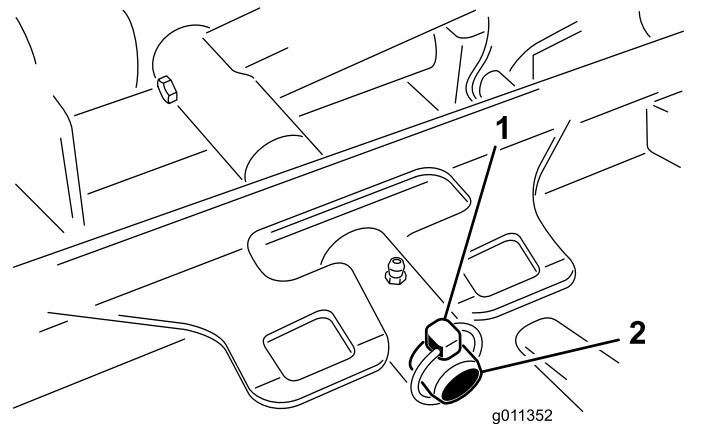

图 86
3. 卸下将滚刀组承载架固定至提升臂枢轴销的保险销仅限 Groundsmaster 4500 机器或锁紧螺母用于 Groundsmaster 4700 机器图 86。
2. 将滚刀组承载架滑动至提升臂枢轴销上图 86。用保险销用于 Groundsmaster 4500 机器或锁紧螺母用于 Groundsmaster 4700 机器将滚刀组固定到枢轴销上。